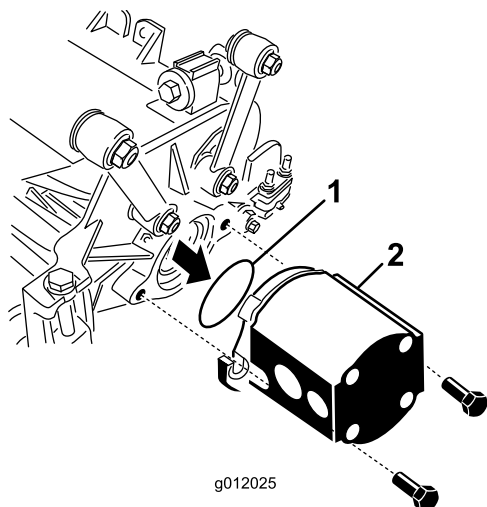

Рисунок 24
5. Установите уплотнительное кольцо (поставляемое в комплекте с режущим блоком) на фланец двигателя привода (Рисунок 24).
6. Установите двигатель на приводной конец режущего блока и закрепите его двумя колпачковыми винтами, входящими в комплект режущего блока (Рисунок 24).